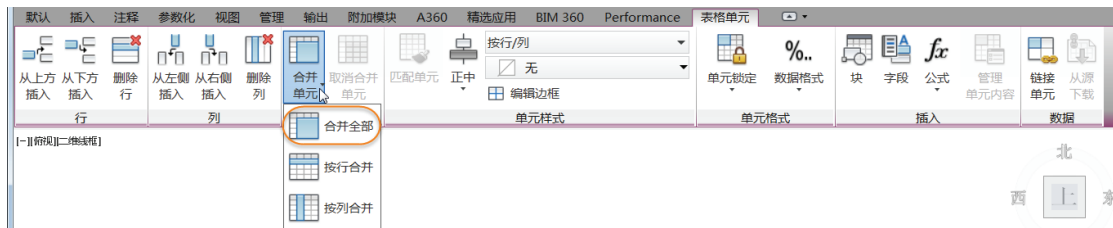

图 7-38 合并全部操作
15) 在功能区出现的“表格单元”选项卡中单击“合并单元”按钮旁的箭头按钮，如图 7-38 所示，并接着选择“合并全部”命令。